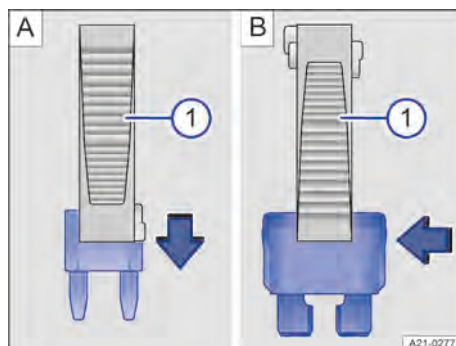

Abb. 192 Sicherung herausziehen oder einsetzen (Prinzipdarstellung).
1. Gegebenenfalls Kunststoffzange → Abb. 192 ① aus der Abdeckung des jeweiligen Sicherungskastens nehmen.
2. Entsprechend der Sicherungsausführung passende Klammer der Kunststoffzange von oben → Abb. 192 A) oder
seitlich → Abb. 192 ⓑ auf die Sicherung schieben.